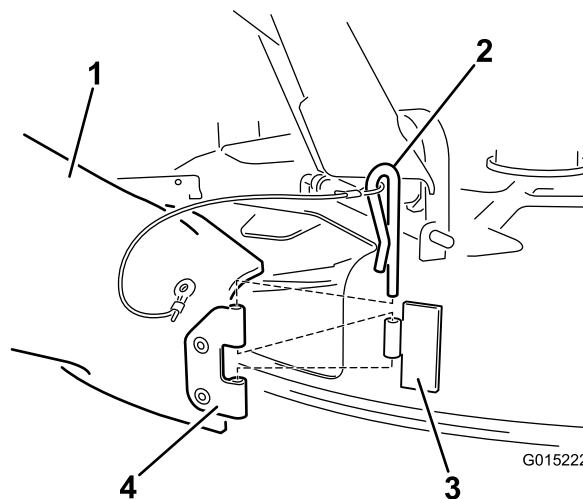

Figura 22
4. Localice el conducto entre las piezas sueltas. Alinee los taladros de la bisagra del conducto con la bisagra de la carcasa (Figura 22). Sujete el conducto a la carcasa usando el pasador de horquilla conectado al cordón del conducto.